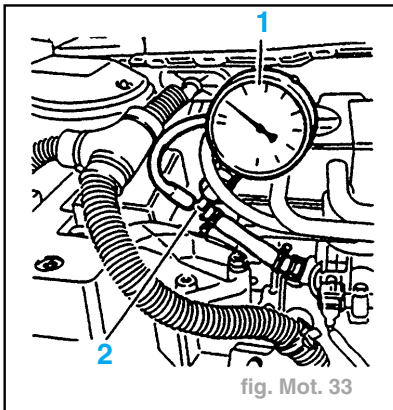

fig. Mot. 33
- Raccorder le manomètre (1) à l'aide du raccord et du té (2) (fig. Mot. 33).